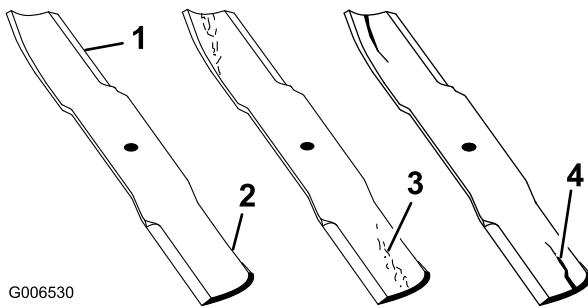

Figura 52
1. Inspeccione los filos de corte (Figura 52).
2. Inspeccione las cuchillas, especialmente la parte curva (Figura 52).
**Nota:** Si observa daños, desgaste o la formación de una ranura en esta zona (elemento 3 en la Figura 52), instale inmediatamente una cuchilla nueva.